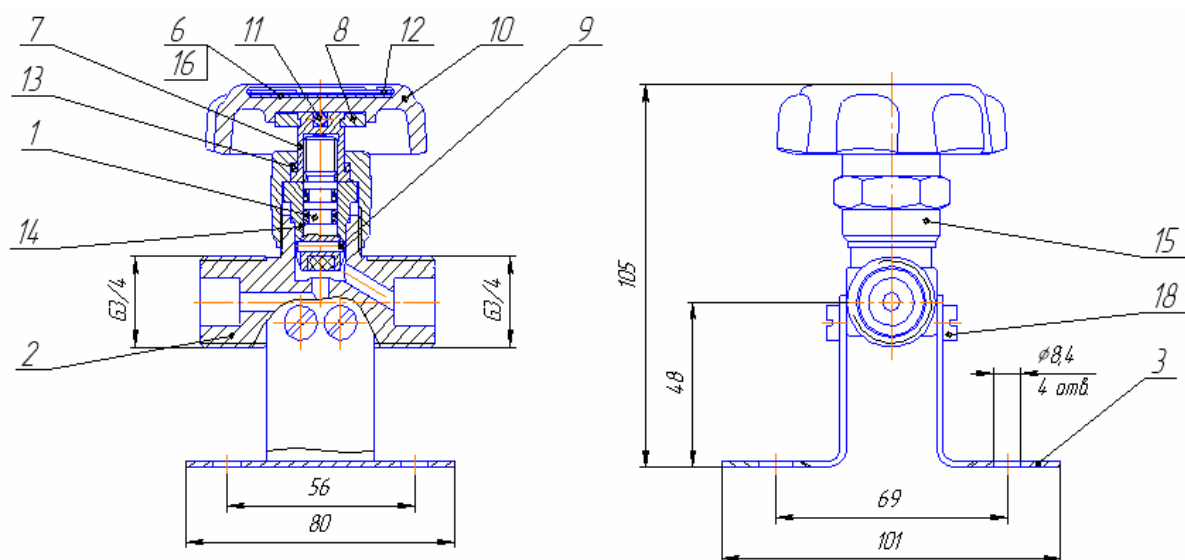

Рис. 1
4.1 Основные элементы клапана приведены на Рис. 1.
4.2 Клапан устанавливается в разрыв трубопровода и присоединяется к нему с помощью накидных гаек с резьбой G3/4 (для исп. -00, -01, -02, см. Рис. 1).